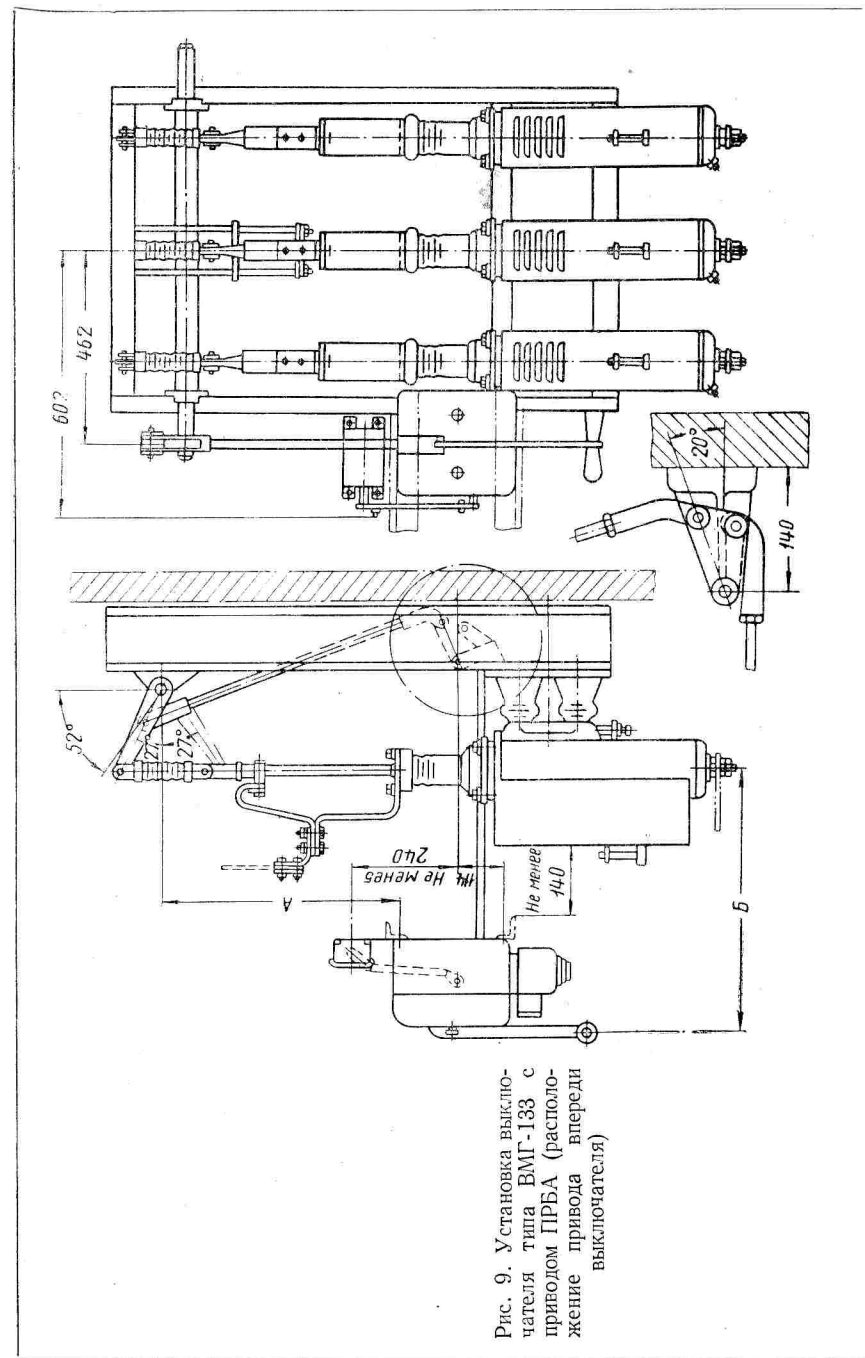

Рис. 9. Установка выключателя типа ВМГ-133 с приводом ПРБА (расположение привода впереди выключателя)
4. Установка выключателя типа ВМГ-133 с приводом ПРБА показана на рис. 9 и 10. Размеры *A* (не менее 500 мм) и *B* зависят от компоновки распределительного устройства. Рычаг на валу масляного выключателя просверливается и штифтуется на месте установки двумя коническими штифтами. Он может быть установлен на любом из концов вала на расстоянии 430 мм от середины выключателя.